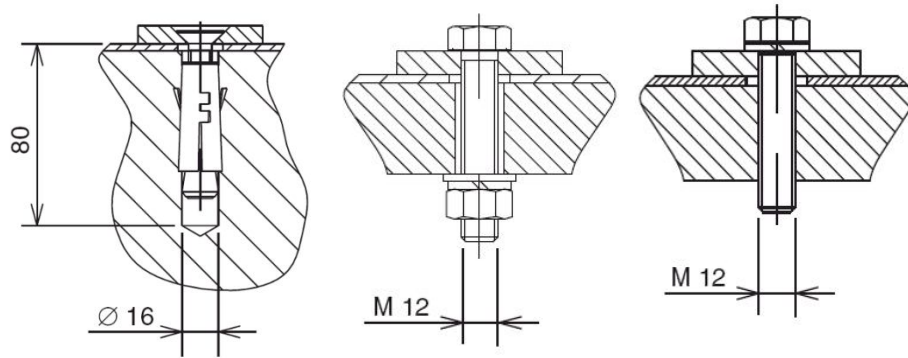

**Рис. 16** Размещение закладных швеллеров и отверстий для прохода силовых и контрольных кабелей.
2.5.2.1 Установить на штатное место крайний правый шкаф КРУ в ряду, согласно схеме расположения на монтажном чертеже, Приложению 3 и рис. 16. Стрелками обозначены места крепления дна шкафа к основанию.